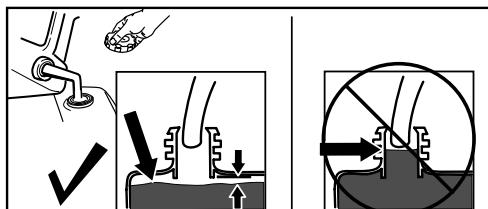

Figure 13
Ne remplissez le réservoir de carburant au-dessus du goulot de remplissage (Figure 13).
- **Retirez l'obstruction de la goulotte; voir Dégagement de la goulotte d'éjection \(page 17\). Dégagez la goulotte à l'aide de l'outil de nettoyage (Figure 13), jamais avec la main.**